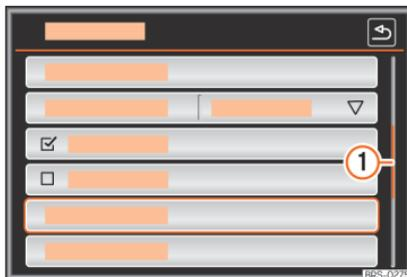

Abb. 180 Listeneinträge eines Einstellungs­menüs.
Auf der rechten Seite befindet sich die Scroll-Leiste, deren Größe von der Anzahl der Listeneinträge abhängt » Abb. 180 ①.